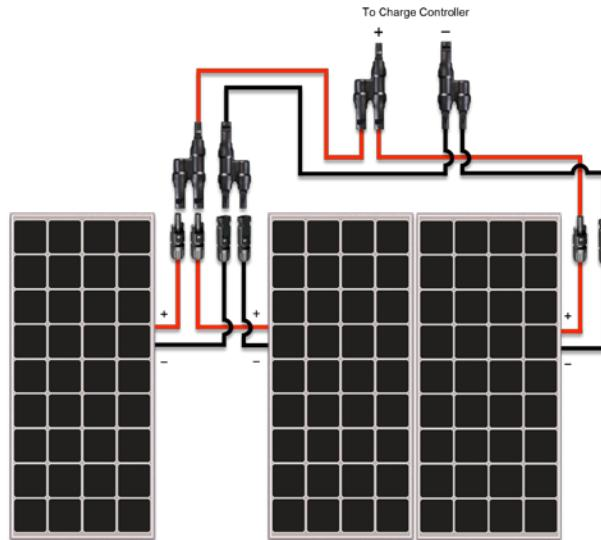

Figura 8.3 Tres Paneles RNG-100D en paralelo
Tres paneles solares es la cantidad máxima de los paneles que se pueden conectar en paralelo si son adyacentes uno a otro, sin necesidad de utilizar el cableado extra. La **Figura. 8.3** anterior muestra la disposición para la conexión de tres paneles solares en paralelo. Recuerde que esta disposición es aplicable si los tres paneles solares se montan adyacentes uno a otro. Esta conexión requiere dos (2) pares de conectores de derivación MC4. Cuando uno o varios paneles se montan en diferentes ubicaciones, es decir, separados por una distancia, los paneles tienen que ampliarse con los cables de extensión MC4 (vendidos por separado).